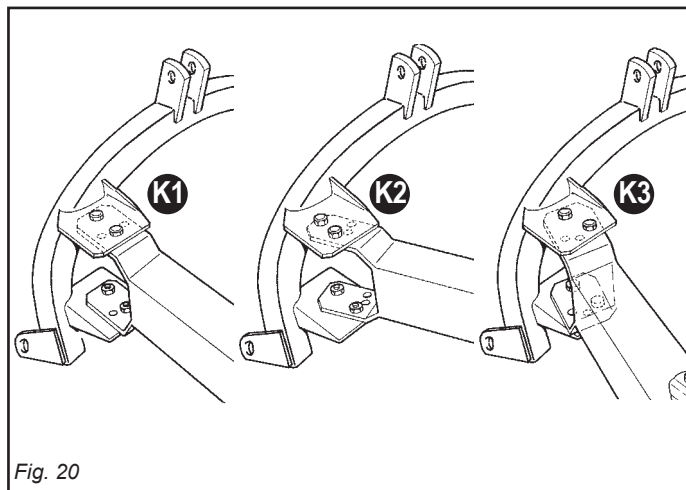

Fig. 20
- Anbau an normalen Schlepper, der für Mährbeiten verwendet wird (K1, Fig. 20);
- Anbau an einen großen Schlepper (K2, Fig. 20);
- Anbau an einen kleinen Schlepper oder einige Typen von Rauenschleppern (K3, Fig. 20).